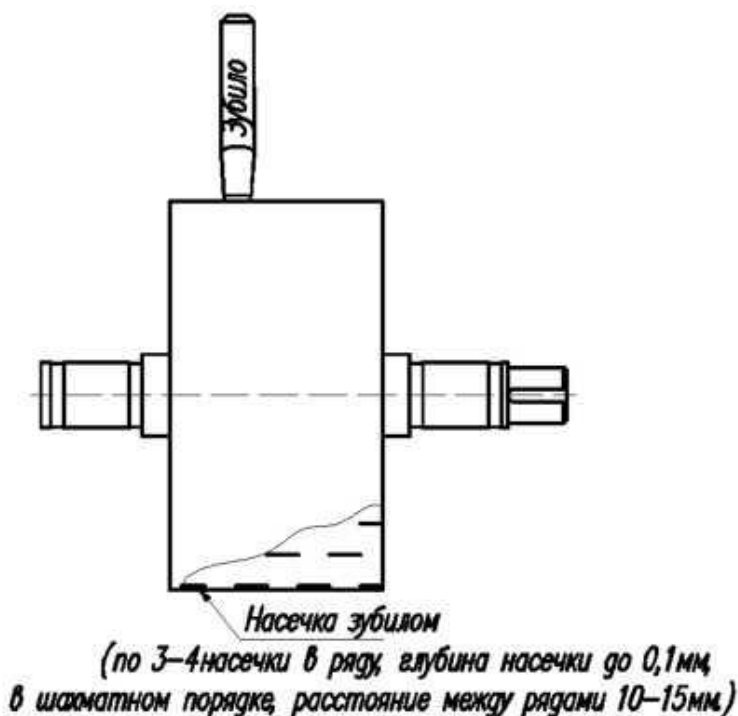

Рис. 3 Нанесение насечки на вальцах
- с помощью зубила и молотка, легкими ударами нанести насечку на вальцы (рис. 3)